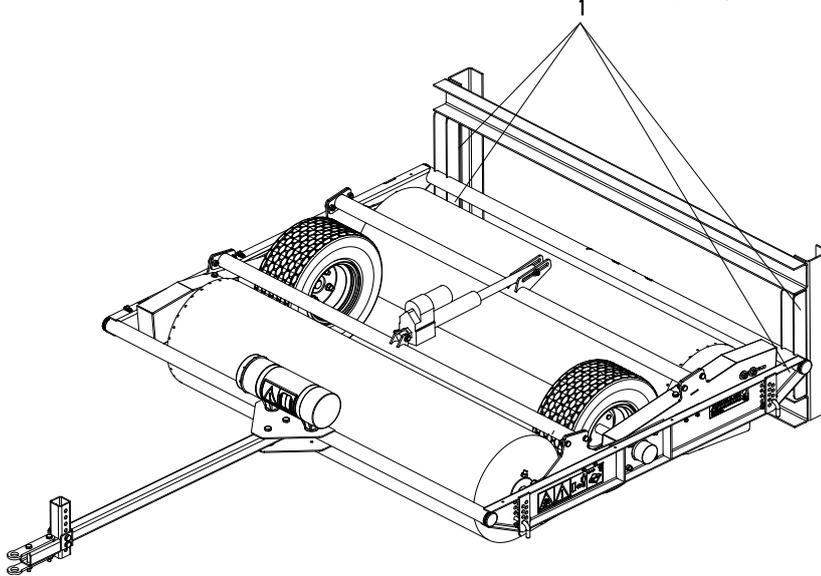

Fig. 7
6. Quite la paleta destornillando los cuatro tornillos (1) (fig. 7) y a continuación quitando la paleta.